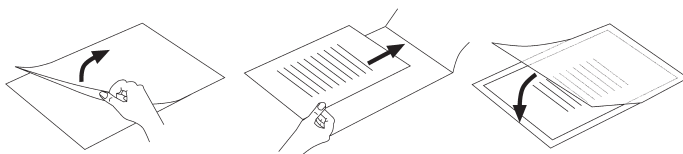

Fig. 2
- Tenga cuidado de utilizar sólo una lámina para laminar. Antes ábrala tal como se representa en la fig. 2.
- Tenga cuidado de utilizar sólo una lámina para laminar. Ábrala antes de la manera indicada en el ejemplo de la fig. 2.